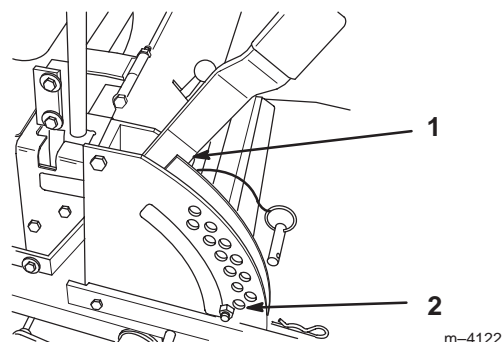
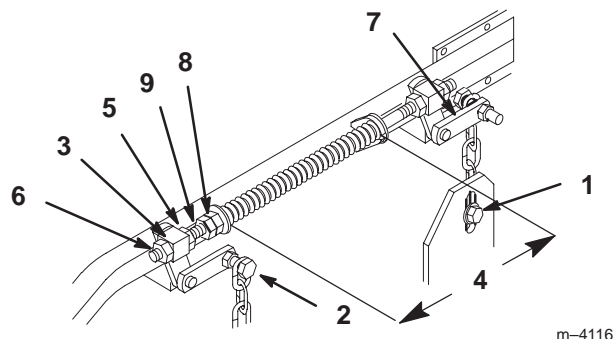

Figure 63
Figure 64
4. Relevez le plateau de coupe en position de transport (Fig. 63). Détendez les deux grands ressorts de levage du plateau en desserrant autant que possible l'écrou de blocage et l'écrou avant, devant chaque ressort (Fig. 64).
5. Placez deux cales de 35 mm d'épaisseur sous le bord inférieur arrière gauche et droit de la tondeuse. Placez une cale de 44 mm sous le bord inférieur central avant de la tondeuse, pas sous les supports des galets de protection. Sélectionnez la hauteur de coupe de 38 mm (Fig. 63).
6. Desserrez le boulon inférieur de la chaîne, dans la fente située à l'arrière du plateau de coupe. Répétez la procédure de l'autre côté (Fig. 64).
7. Desserrez l'écrou de blocage avant et arrière de chaque côté du pivot avant. Continuez de desserrer jusqu'à ce que les chaînes avant soient desserrées et que le plateau repose sur les cales. Répétez la procédure de l'autre côté (Fig. 64).
8. Quand la visserie est desserrée, la tension encore présente dans les grands ressorts de soutien a tendance à faire tourner la poignée de levage du plateau de coupe vers le haut et à lui faire quitter la position de 38 mm. Appuyez fermement sur le bras de support arrière du plateau pour ramener la poignée de levage à cette position (Fig. 64).
9. Tout en continuant d'appuyer sur le bras de support arrière du plateau de coupe, tendez la chaîne arrière et serrez la visserie inférieure (Fig. 64). Vous pouvez maintenant relâcher le bras de support arrière. Répétez la procédure de l'autre côté.
14. Déplacez le levier de relevage du plateau de coupe à la position de transport (Fig. 63).
15. Réglez les ressorts de compression en tournant les écrous avant de façon à obtenir un espace de 260 mm entre les deux grandes rondelles. Serrez alors fermement l'écrou de blocage (Fig. 64).